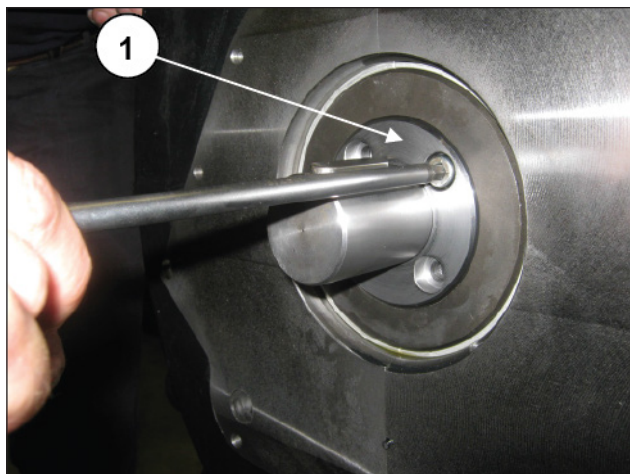

图 24
拧松四个M8螺栓（①，图 24），并从曲轴上拆下油泵控制轴。